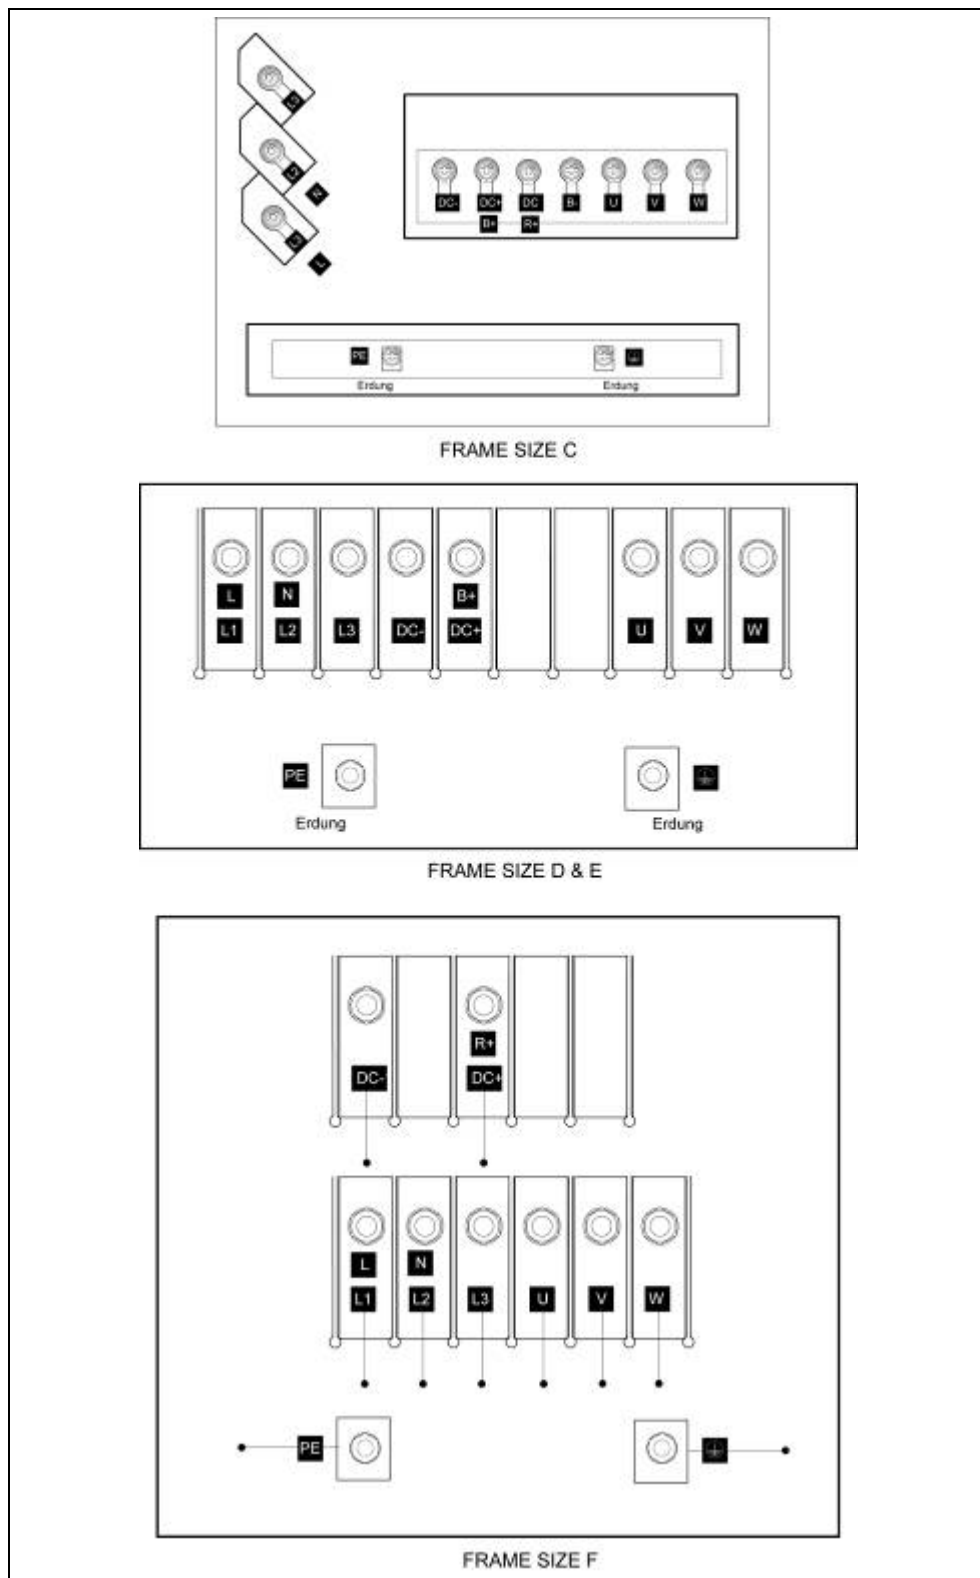

Fig. 2-5 Terminais de potencia para Tamanhos C- F
- Terminais de conexão para Tamanhos C -F (Fig. 2-5)